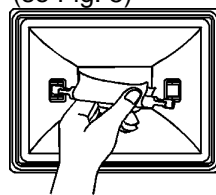

Fig. 5
- (6) Berør ikke halogenrøret med fingrene. Pres først halogenrørets ende sidelæns mod den ene fatning. Derefter føres den anden ende ind i fatningen, og slip så forsigtigt.. (se Fig. 5)